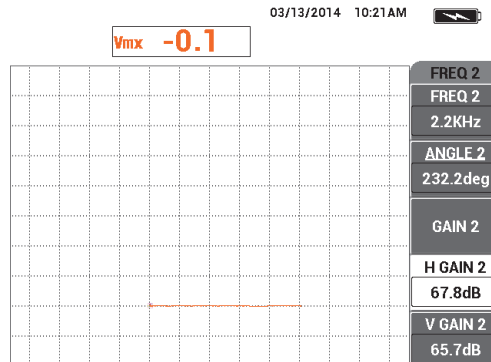

Figura 5-131 Ajuste do ganho horizontal 2
31. Segurando firmemente a sonda no cartão de visita, ajuste o **H GAIN 2** (tecla D) até o sinal misturado se estender por cerca de 5 divisões horizontais de distância do ponto nulo (veja Figura 5-131 na página 222).